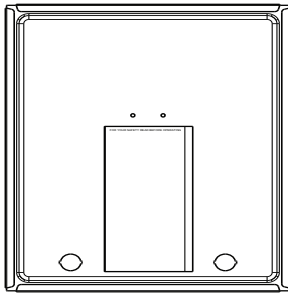

Fig. 24 – Emplacement du livret d'information
- Retirez un des bouchons en caoutchouc inutilisés de l'orifice sur la boîte collectrice, à l'opposé du siphon de condensat. Consultez la Fig. 24.
REMARQUE : Notez le code d'état de la DEL AVANT de retirer le panneau d'accès à la soufflante ou de couper l'alimentation de 115 V de la chaudière. Pour obtenir la légende des codes d'entretien, consultez la brochure à l'intérieur du panneau de service de la chaudière. Consultez la Fig. 24.